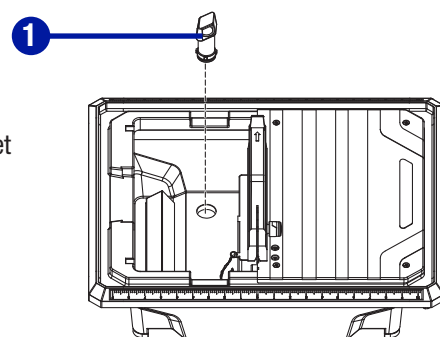

Fig. 7
**INSTALLATION DU BOUCHON DU RÉSERVOIR D'EAU (Fig. 7)**
- Positionnez le bouchon dans le drain du réservoir (1) et poussez-le fermement en place.